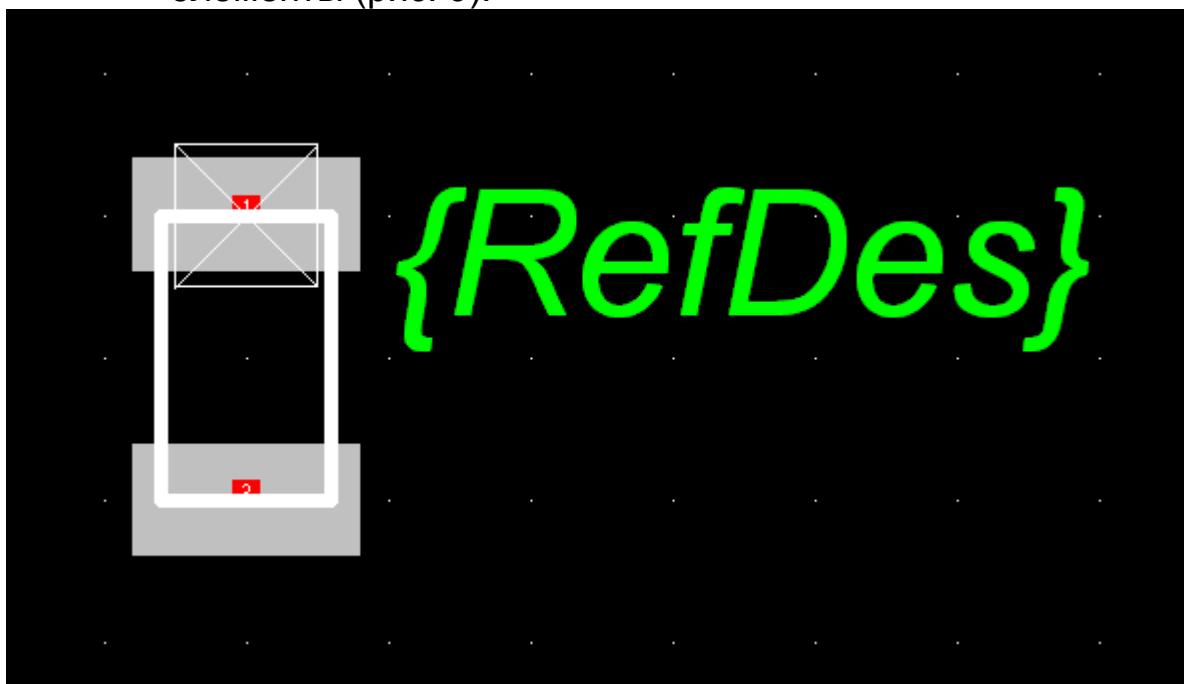

Рис. 9 Посадочное место чип-резистора 1812 (**Grid=2.5**)
2.32 Нарисуйте графику корпуса и добавьте все необходимые элементы (рис. 9).